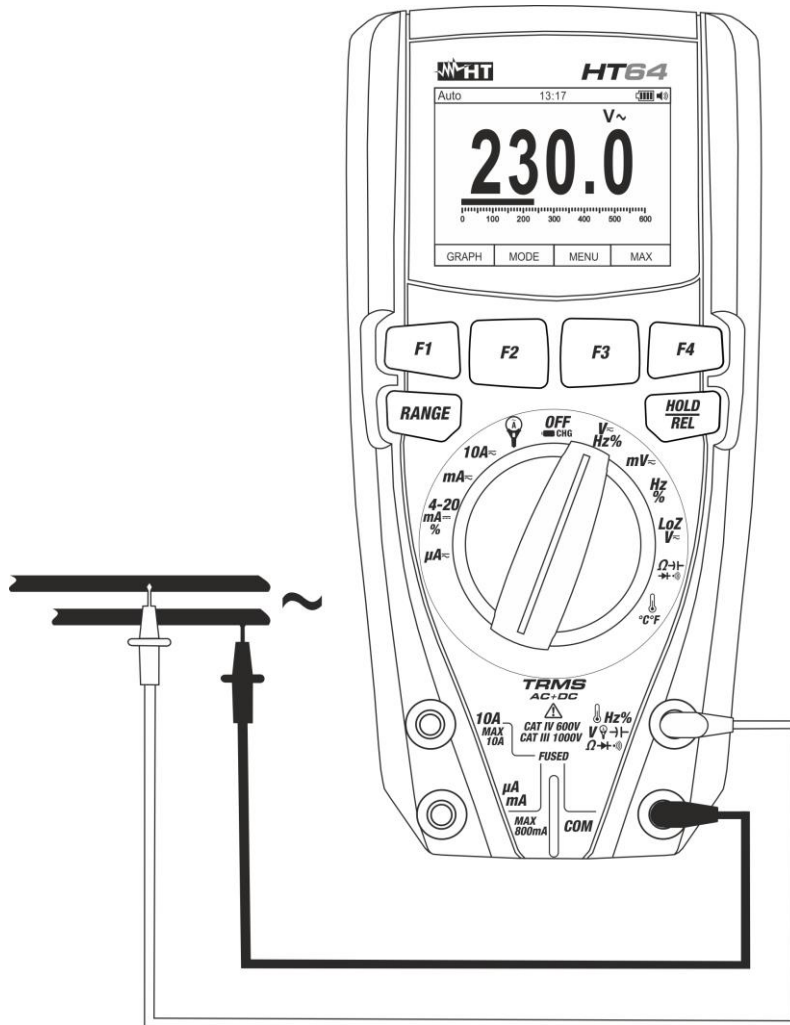

Fig. 23: Utilisation de l'instrument pour la mesure de la Tension AC
4. Positionner l'embout rouge et l'embout noir dans les points du circuit sous test (voir la Fig. 23). La valeur de tension apparaît à l'écran